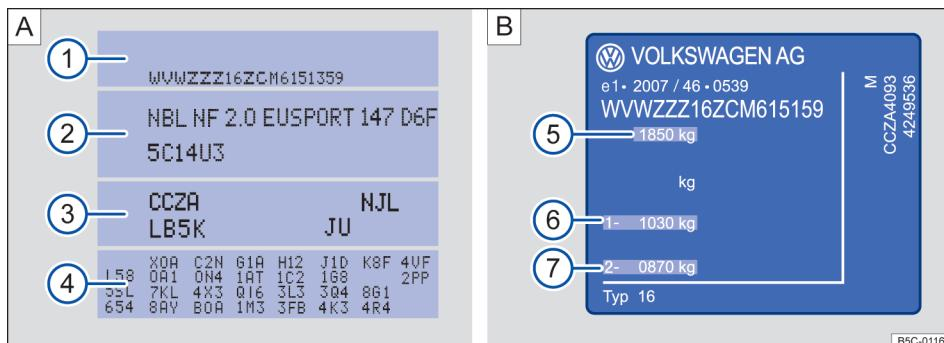

Fig. 199 A Etiqueta de dados do veículo: na figura, por exemplo, com códigos do motor CCZA ③. B Plaqueta de identificação.
A etiqueta de dados do veículo → **Fig. 199** A está colada no lado interno da capa do manual de instruções e no compartimento de bagagem, na área do alojamento da roda de reserva. Ela contém os seguintes dados:
- ① Número de identificação do veículo (número do chassi)
- ② Modelo do veículo, potência do motor, transmissão
- ③ Códigos do motor e da transmissão, código da cor, acabamento interno. No exemplo, os códigos do motor são "CPTA" → **Fig. 199**.
- ④ Equipamentos opcionais, números PR
A placa de identificação → **Fig. 199** se encontra na parte inferior da coluna da porta do condutor. É vista ao abrir esta porta. Os veículos destinados a determinados países não trazem a placa de identificação.